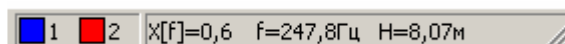

Рис. 28.
В строке состояния (рис. 28) выводятся цвета, присвоенные каждому каналу, и текущее положение курсора. Если курсор находится в области «Сигнал», то выводится амплитуда  $x$  и временное положение  $t$  (мс) или  $n$ . При перемещении курсора по графику «Спектр» выводится амплитуда  $X$ , длина  $H$  (м), вычисленная по формуле (1) при заданной скорости  $V$  (м/с), частота  $f$  (Гц).